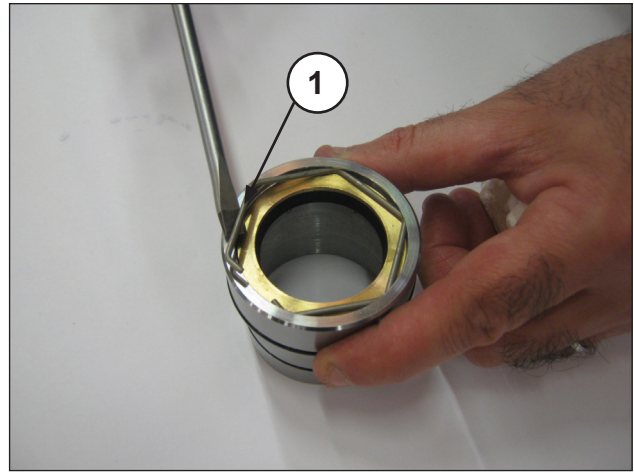
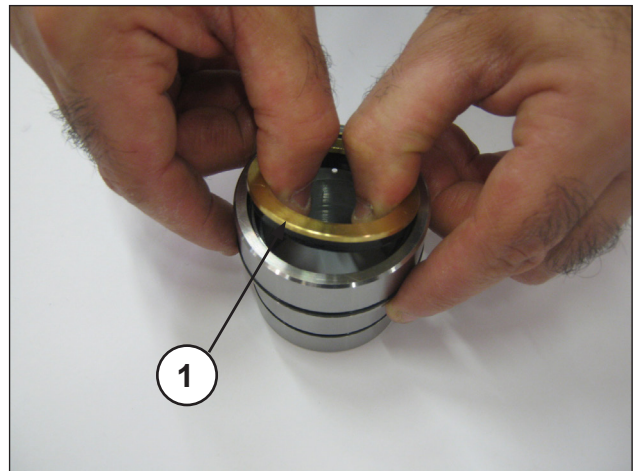

Fig. 27
Fig. 28
Para extrair a junta de baixa pressão, é necessário extrair o anel de retenção (pos. ①, Fig. 27) e o anel de estanqueidade (pos. ①, Fig. 28).